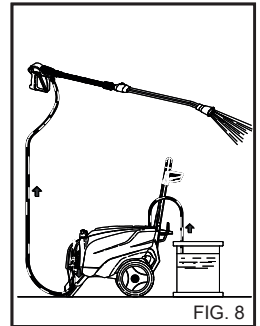

FIG. 8
Bed forhandleren om kataloget over de rengøringsmidler som kan anvendes afhængig af arten af det pågældende vaskearbejde og den overfladetype der skal behandles. Efter brug af rengøringsmidlet, skal rengøringsmiddelindtaget skylles ud med rent vand. (Fig. 8).
- 1) Efter brug sammen med rengøringsmidlet skal højtrykssvandsystemet skylles omhyggeligt: Lad pumpen være aktiveret i 1 minut, mens doseringshanen er fuldstændigt lukket. (fig. 8).
4) Efter brug sammen med rengøringsmidlet skal højtryksvandsystemet skylles omhyggeligt: Lad pumpen være aktivret i 1 minut, mens doseringshanen er fuldstændigt lukket. (fig. 8).